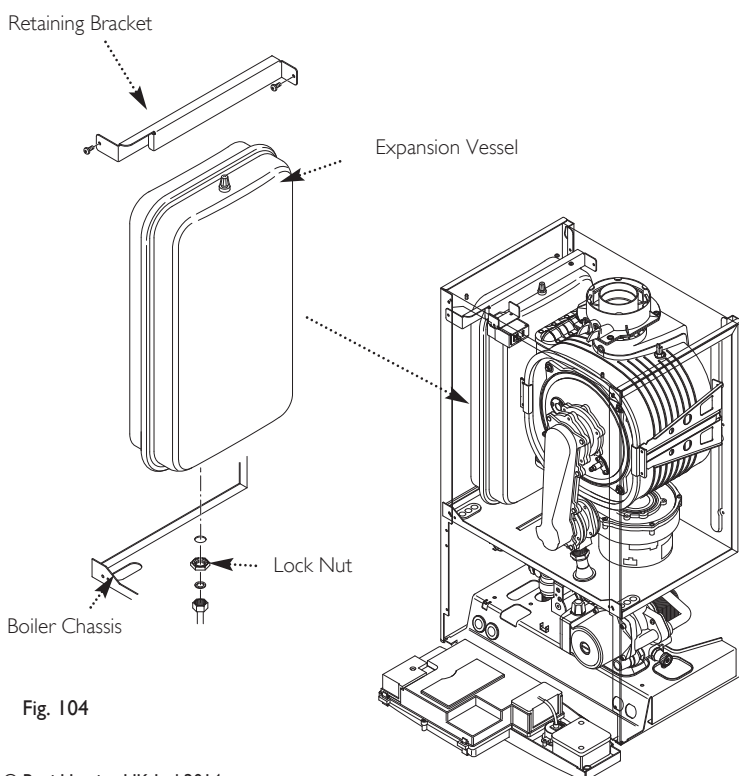

Fig. 104
14.25 Expansion Vessel (Fig. 104)